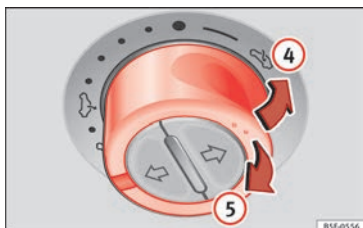

Fig. 12 En el revestimiento interior del techo: pulse el conmutador y tire de él para levantar y bajar el techo.
- Levantar: pulse el conmutador hacia la posición »» fig. 12 ④. Para una posición intermedia, mantenga el conmutador accionado hasta alcanzar la posición deseada.
- Bajar: tire el conmutador hacia la posición »» fig. 12 ⑤. Para una posición intermedia, mantenga el conmutador accionado hasta alcanzar la posición deseada.